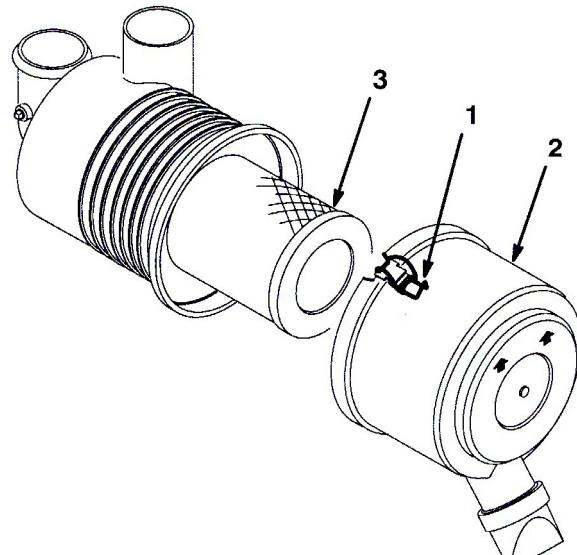

図45
1. エア・クリーナのカバーをボディーに固定しているラッチを外す(図45)。